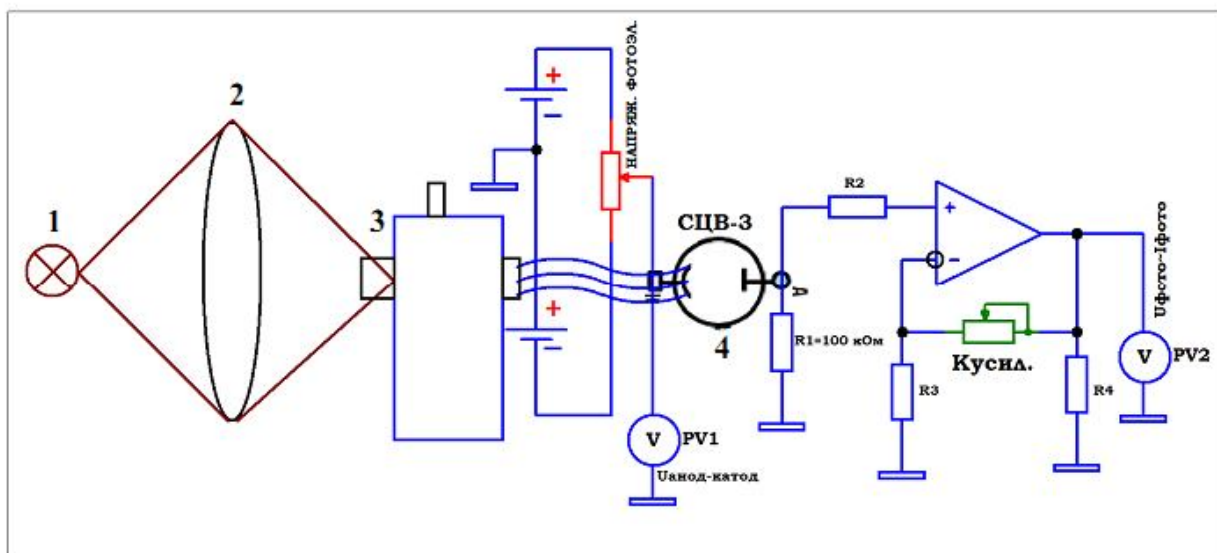

Рис.1. Принципиальная блок-схема установки ФКЛ-11
Принципиальная схема экспериментальной установки приведена на рис. 1. Световой поток от источника (1) с помощью линзы-конденсора (2) собирается на входной щели монохроматора МУМ-01 (3), который выделяет из него узкий спектральный интервал. Полученное таким образом излучение падает на катод фотоэлемента (4), который помещен в защитный кожух и жестко закреплен у бокового выхода монохроматора. Световой поток, падающий на фотоэлемент, можно изменять с помощью установки на вход или выход монохроматора сменных щелей из комплекта. Фототок, возникающий в цепи фотоэлемента, особенно при подаче на анод задерживающего потенциала, весьма мал (порядка $10^{-10} \div 10^{-6}$ мкА), поэтому для его регистрации используется высокочувствительный усилитель постоянного тока DA1. Для уменьшения помех усилитель находится в защитном корпусе в непосредственной близости от фотоэлемента и соединяется с фотоприемником при помощи экранированных проводов. В основу работы усилителя положен принцип измерения слабых фототоков по величине падения напряжения на известном входном сопротивлении $R1=100$ кОм прибора и усилении этого напряжения в $K \approx 200$ раз. Перед началом работы необходимо производить калибровку усилителя «УФЭ-500». Для этого, в отсутствии внешнего напряжения на аноде ($U_a=0,00$ В), измеряемого вольтметром PV1 и отсутствии светового потока, падающего на фотоэлемент, ручками управления «УСТАНОВКА НУЛЯ ГРУБО, ПЛАВНО» добиваются показаний $0,00 \pm 0,02$ В на вольтметре PV2, показания которого пропорциональны фототоку. Резистор Кусил., регулирующий коэффициент